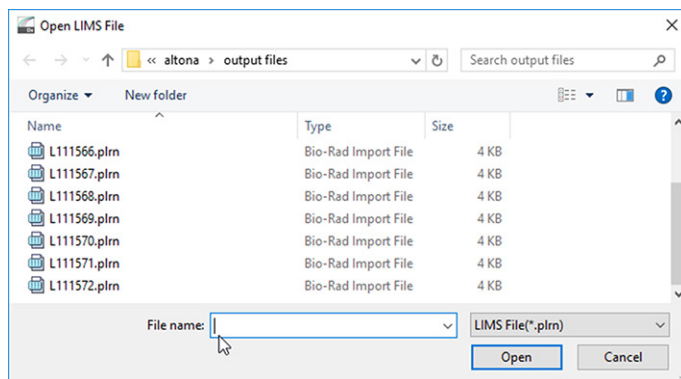

Figura 26: Cuadro de diálogo Open LIMS File (abrir archivo LIMS)
4. En el cuadro de diálogo **Open LIMS File** (abrir archivo LIMS) que se abre, asegúrese de que el cursor está parpadeando en el campo **File name** (nombre de archivo) en la parte inferior (consulte la Figura 26). Si no es así, haga clic en el campo **File name** (nombre de archivo).